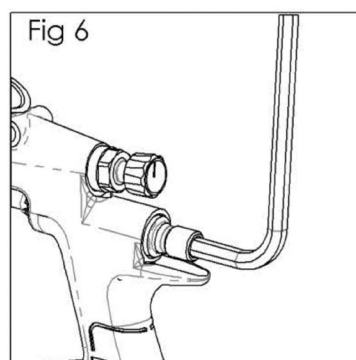

Fig 6
5. À l'aide d'une clé hexagonale de 6 mm, retirez le logement de la soupape (27). (Voir fig. 6 et 7)